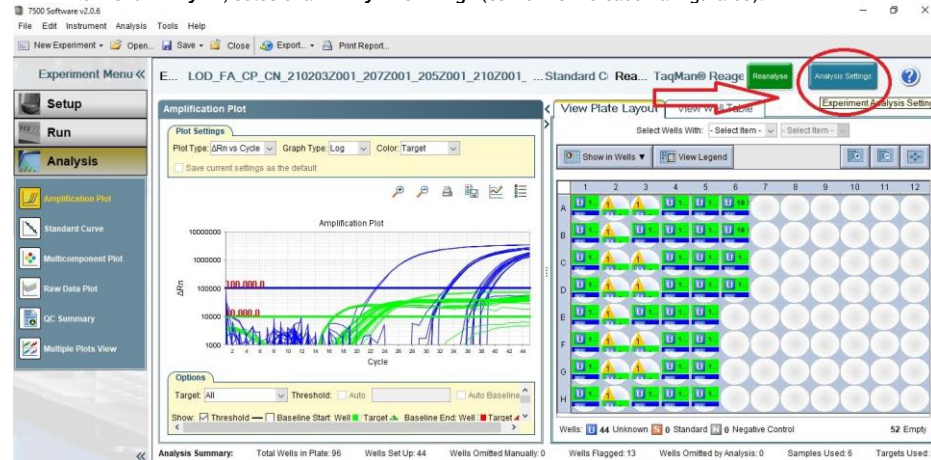

Figura 08: Botão **Analysis Settings** na seção **Analysis**.
- No menu **Analysis**, selecionar **Analysis Settings** (conforme indicado na Figura 08):